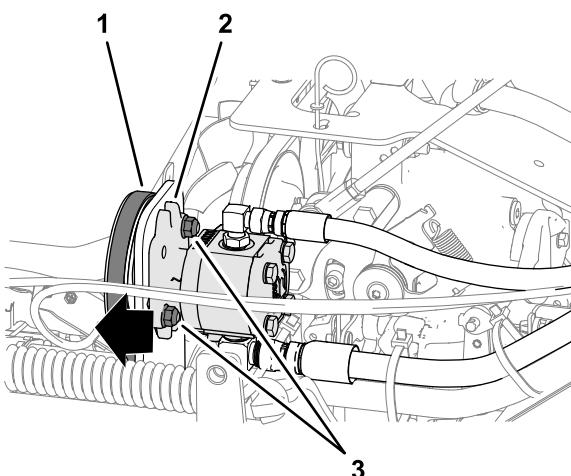

Figure 49
3. Desserrez les 2 contre-écrous à embase ($\frac{3}{8}$ po) qui fixent la pompe auxiliaire au support de montage (Figure 49).
4. Poussez la pompe vers l'extérieur (Figure 49) dans les fentes et serrez les contre-écrous à embase à un couple de 37 à 45 N·m (27 à 33 pi-lb).